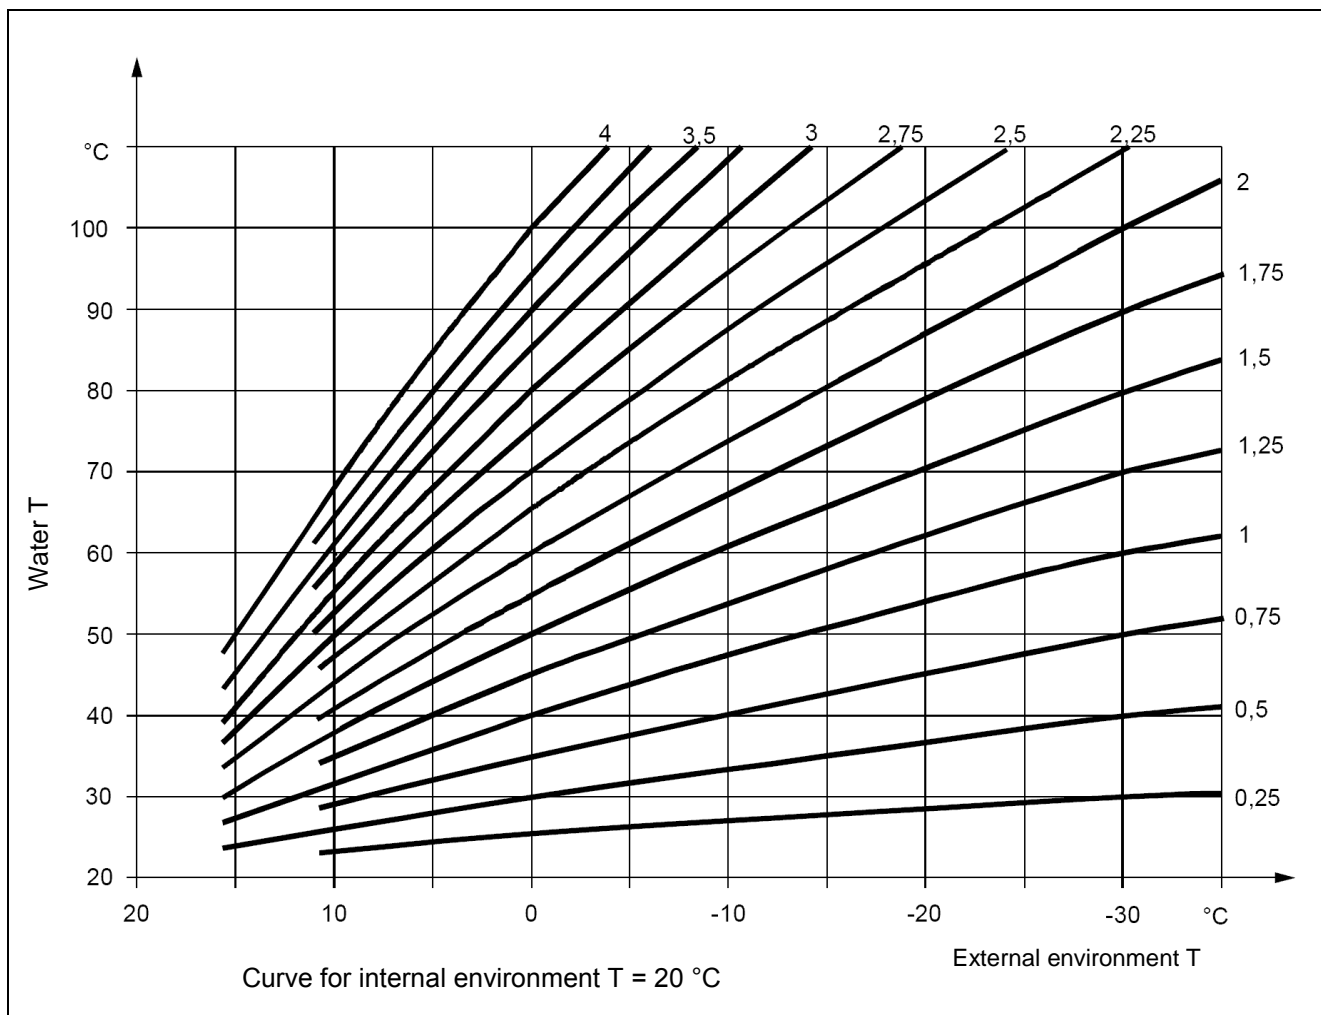
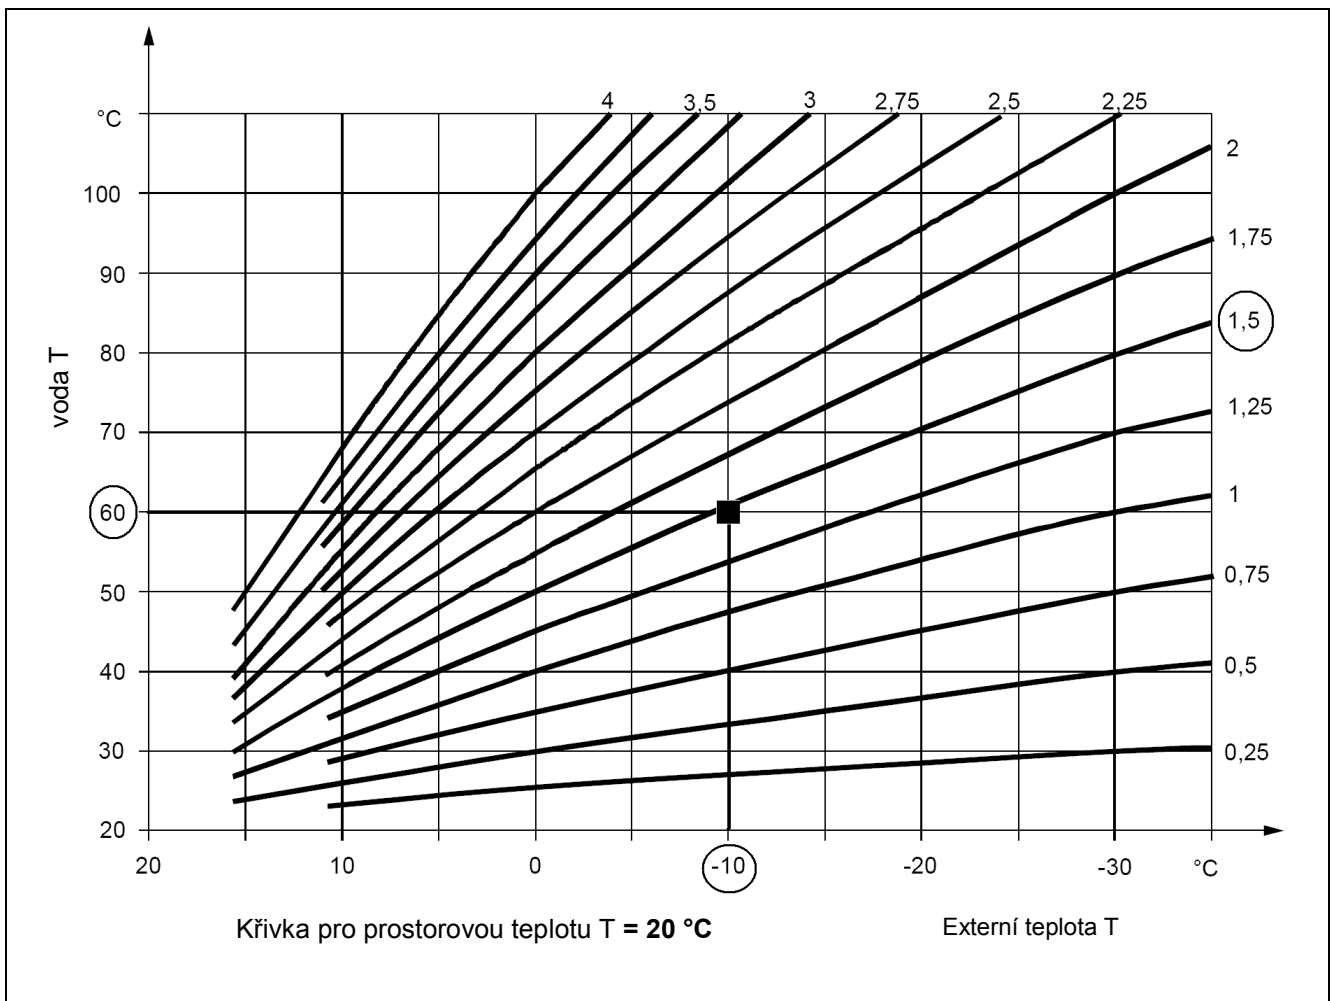

Figure 22 –EKVITERMNÍ KŘIVKY
Figure 23 – PŘÍKLAD VÝBĚRU TOPNÉ KŘÍVKY NA ZÁKLADĚ VÝPOČTOVÉ TEPLoty
Pokud jde o topení, ekvitermní křivky jsou zobrazeny na Figure 22 a výběr probíhá na základě volby parametru, který určuje sklon křivky. Takto určená křivka odpovídá vnitřní teplotě 20°C. Pokud je požadovaná teplota jiná, systém automatiky zvolí jinou křivku.
- S pomocí grafu na Figure 22, zvolte křivku, která vyhovuje výše uvedenému; příklad z předchozího bodu je graficky znázorněn na Figure 23.
Pro příklad v předešlém bodě nastavte 1,5 jak je naznačeno na Figure 23.
For the example in the previous points, set the value of 1.5, as indicated in Figure 23.